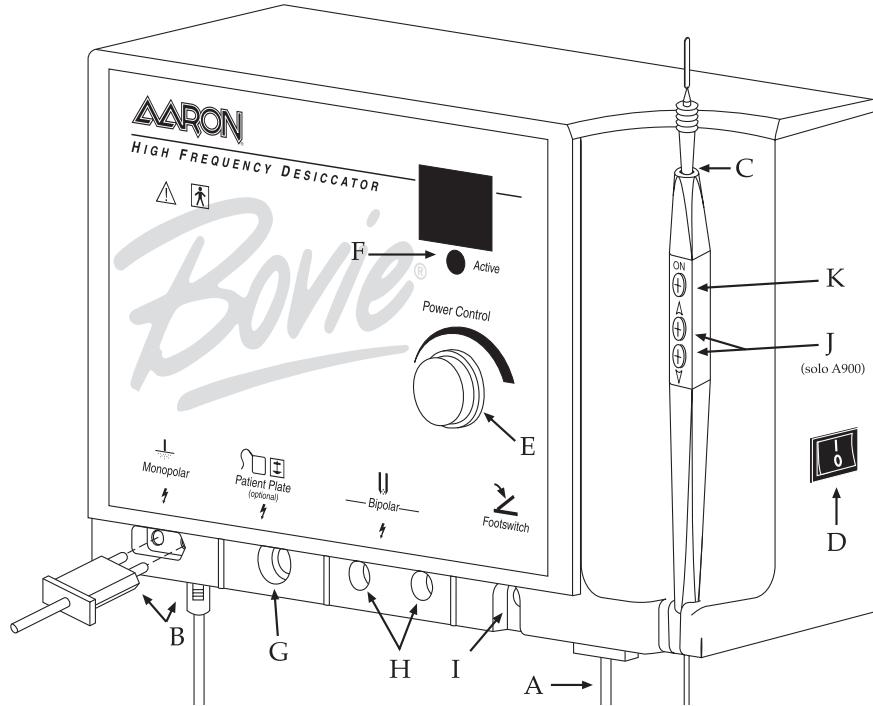

Figura 2
2. Inserire l'estremità femmina del cavo di alimentazione nella base dell'unità (vedere figura 2, lettera A).
4. Inserire il manipolo nell'uscita monopolare in basso a sinistra nella parte anteriore dell'unità (vedere figura 2, lettera B). La spina è progettata in modo da poter essere inserita in una sola direzione. Inserire il connettore rotondo di dimensioni minori dal manipolo (solo A900) nella presa posta sul fondo dell'unità (vedere figura 2, lettera B). Il manipolo a tre pulsanti è progettato per offrire al medico il controllo completo con le dita delle impostazioni dell'uscita dell'alimentazione.
5. Far scivolare l'elettrodo standard nel manipolo fino a quando non sia saldamente alloggiato (vedere figura 2, lettera C). Il manipolo accetta la maggior parte degli elettrodi standard da 3/32" (2 mm).
7. Attivare l'alimentazione dell'unità utilizzando l'interruttore posto sul pannello alla destra dell'unità (vedere figura 2, lettera D).
8. Impostare l'uscita di alimentazione utilizzando il quadrante posto nella parte anteriore dell'unità (vedere figura 2, lettera E) o, solo sull'unità Aaron 900, i pulsanti su e giù sul manipolo (vedere figura 2, lettera J). Quando si esegue la regolazione del livello di alimentazione col manipolo, viene emesso un segnale acustico ad indicare la modifica del livello di alimentazione. Premendo e tenendo premuti i pulsanti su o giù si provoca la variazione delle impostazioni dell'alimentazione con maggiore rapidità per una rapida regolazione delle impostazioni di uscita. L'uscita dell'alimentazione è visualizzata in incrementi di "0,1" watt sotto i 10 watt e in numeri interi da 10 a 30 watt.
9. Per attivare l'unità, rimuovere il manipolo dalla custodia. Porre il manipolo nella posizione desiderata e premere il pulsante di attivazione (vedere figura 2, lettera K). Quando l'unità è attivata, viene emesso un segnale acustico e la luce blu di attivazione si illumina (vedere figura 2, lettera F).
10. Per utilizzare la piastra opzionale di messa a terra col cavo (A802EU), inserire la spina del cavo nell'uscita della piastra di messa a terra (vedere figura 2, lettera G) e collegare l'altra estremità nella piastra di messa a terra. La piastra va posta sotto il paziente, in un punto in cui l'intera piastra sia ricoperta dalla cute nuda. Non utilizzare gel né creme sulla piastra.
11. Per utilizzare il cavo bipolare opzionale (A827EU), inserire le spine nelle uscite bipolari (vedere figura 2, lettera H). Il cavo è quindi inserito nelle prese. Una porta scorrevole dietro le uscite monopolari e bipolarie impedisce all'utente il loro uso contemporaneo.
12. L'interruttore a pedale opzionale è inserito nell'uscita dell'interruttore a pedale ed è posto sul pavimento (vedere figura 2, lettera I). L'interruttore a pedale può essere utilizzato con procedure monopolari e deve essere utilizzato con procedure bipolarari.